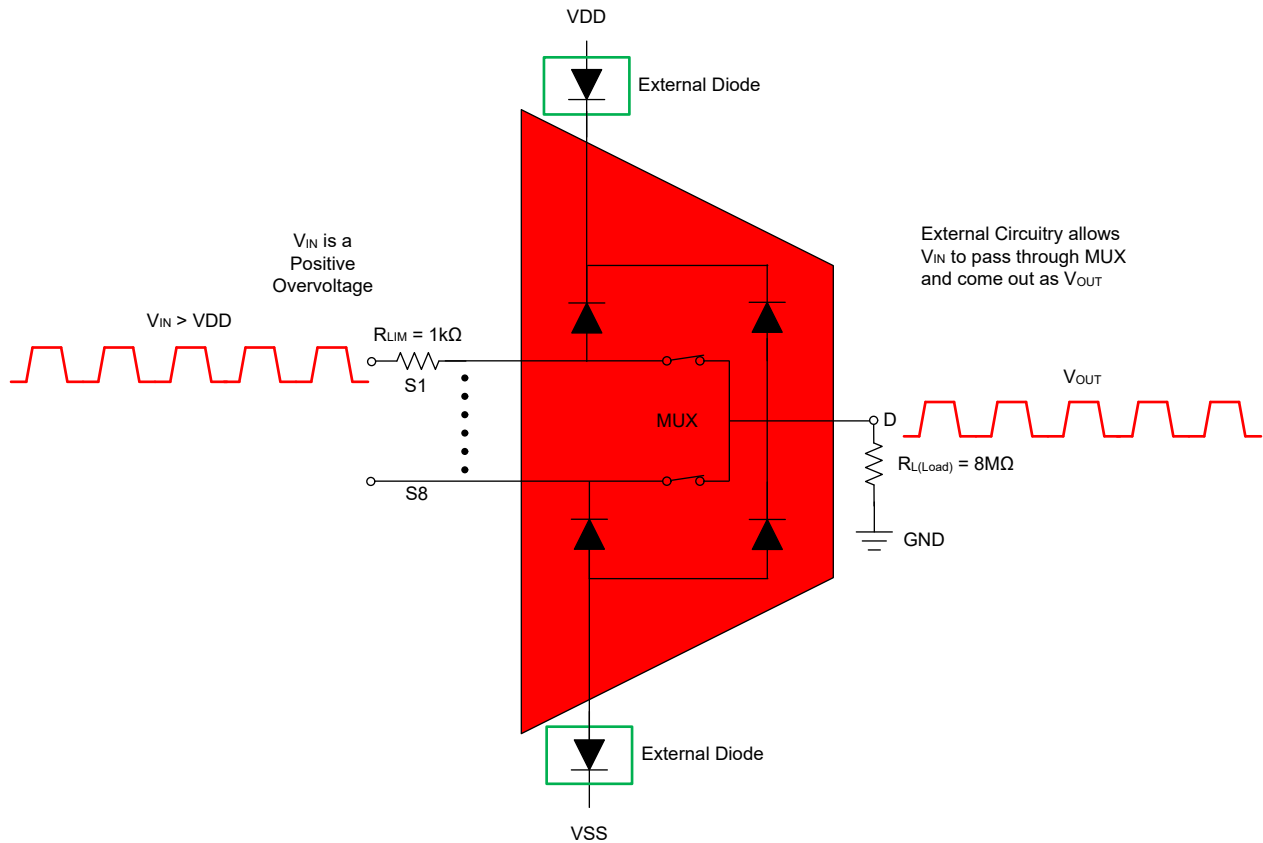

图 5. 分立式超出电源电压和过压容差多路复用器测试设置
通过使高压 (HV) 多路复用器能够传递超出电源电压的信号，可以扩展数据采集系统的功能。但是，系统设计人员需要注意的一个缺点是多路复用器的输出信号中存在误差。该误差是由两个因素引起的：从输入信号中提取电流来对多路复用器反向供电，以及多路复用器的内部架构。通过对具有相同外部电阻器和二极管设置的多路复用器测试结果进行分析，可以了解该信号误差 (图 5)。